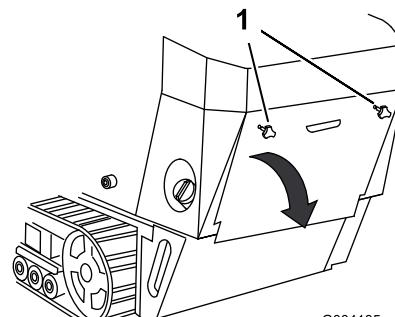

Figura 24
1. Svitare le due manopole che fissano il portello di accesso posteriore alla macchina (Figura 24).
- Inclinare il portello di accesso posteriore verso il basso e rimuoverlo per accedere ai componenti interni (Figura 24).